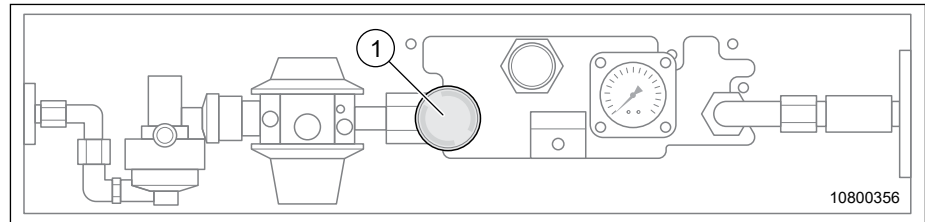

Fig. 95 Réservoir de gaz
2. Ouvrir ou fermer la vanne principale de sectionnement (Fig. 95, pos. 1).